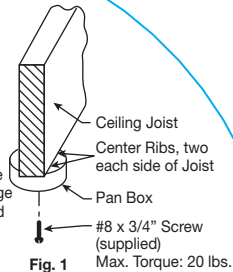

Fig. 1
- 5) Center the backside of pan box (the side with the four raised centering ribs) on the bottom of the ceiling joist and install one #8 x 3/4" lg. screw through the center hole in bottom of the pan box and screw into the ceiling joist, see Fig. 1. Tighten screws snugly.
- 5) Centrer l'arrière de la boîte d'encastrement (le côté avec les quatre nervures de centrage surélevées) sous la solive de plafond et poser une vis no 8 x 3/4 po dans le trou central au fond de la boîte et la visser dans la solive, voir Fig. 1. Bien serrer la vis.